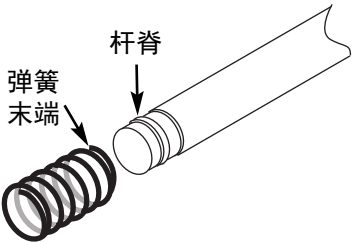

图 1-13. 弹簧末端
6. 找到附送的杆、弹簧和端盖，每样各 4 件。将弹簧末端从杆脊处套进杆中，然后朝杆的对侧按压弹簧。弹簧随即“啪”一声应声入位。见图 1-13 和 1-14。